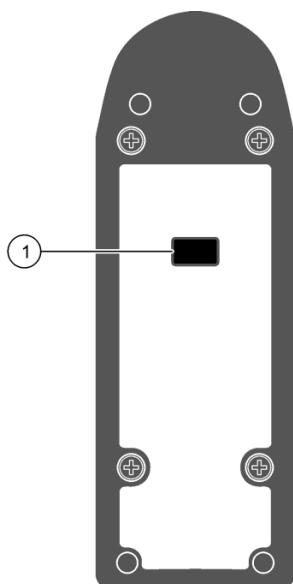

Figura 6 Misuratore MP: vista della base
Il pacchetto di accessori MP-Dock (HMPDOCK) consente all'utente di scaricare i dati di prova salvati in un PC o un foglio di calcolo. Il MP-Dock si alimenta attraverso la porta USB e non richiede alcuna fonte di alimentazione esterna. I dati vengono trasferiti attraverso la porta a infrarossi (IR) per dati sulla base del misuratore MP (Figura 6) al MP-Dock e poi al PC.